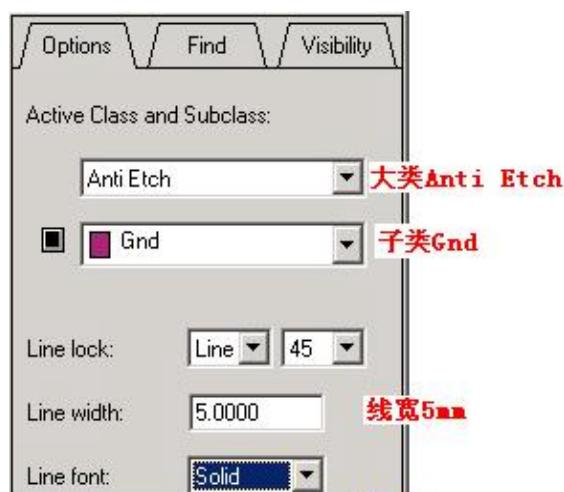

图 3.19 划分 GND 区线的参数设置窗口
4. 选择命令 Add=>Line 或者点击工具栏图标 “” 参数参照下图 3.19 进行设置